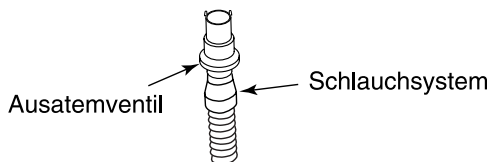

Abb. 5-5 Anschluss einer Ausatemvorrichtung
- B. Bei Verwendung einer Maske mit separatem Ausatemventil das offene Ende des Schlauchsystems an die Ausatemvorrichtung anschließen (siehe Abb. 5-5). Die Ausatemvorrichtung so anbringen, dass die ausgeatmete Luft vom Gesicht weg geblasen wird.